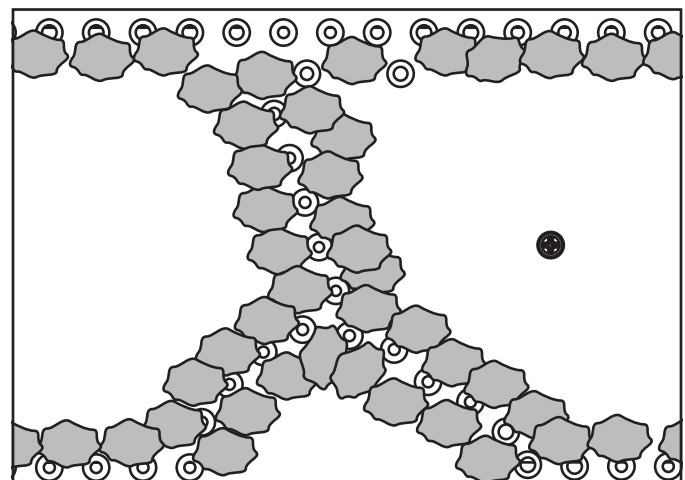

Figura 14.3 Hoyos traslapados con brasas (gas PL solamente)
- **Sólo gas PL:** Utilice trozos de brasas *Glowing Embers®* (del tamaño de una moneda de diez centavos) para traslapar los hoyos (consulte la Figura 14.3). El traslapo creado por las brasas ayudará a combinar las llamas.